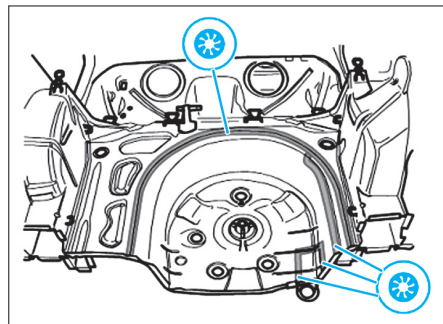

FIG. 129
- Procéder aux ajustages avec la jupe arrière puis souder le bac de secours comme illustré (Fig.129).